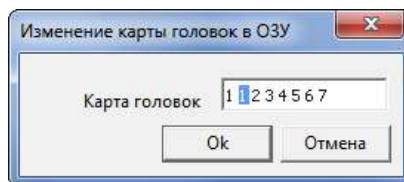

Рис. 2.23.
- 5) Заполняем карту: 1 1 2 3 4 5 6 7 (Рис. 2.23):